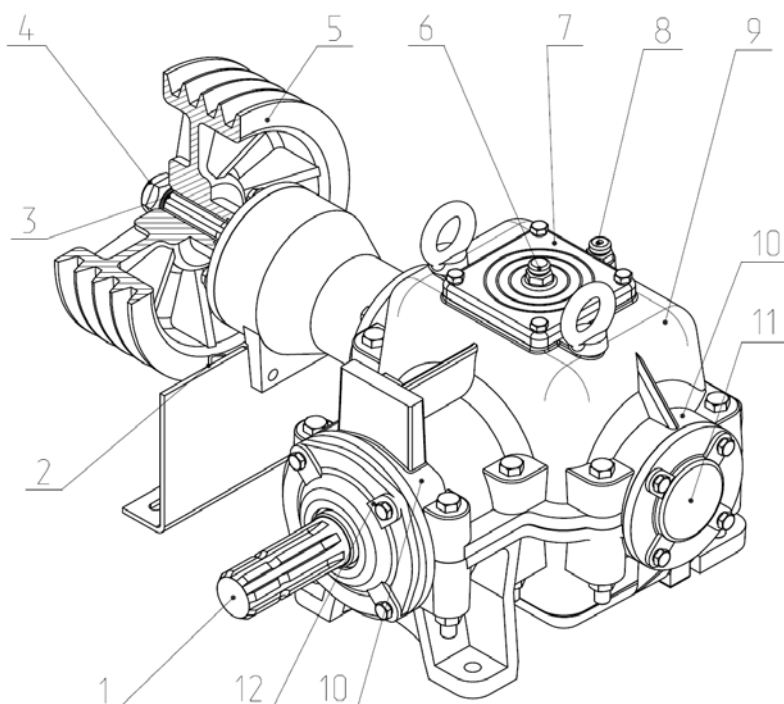

Рис.5 Редуктор КИР 11.000
2.7 Редуктор (рис.5) служит для передачи движения от кардана к измельчающему барабану, через клиноременную передачу. Редуктор состоит из разъемного корпуса 9, в котором на валах 1,3 установлены две конические шестерни. В корпусе редуктора предусмотрено смотровое окно, закрытое крышкой 7. Ведущий и ведомый валы установлены на роликовых подшипниках, регулировка осуществляется с помощью прокладок 10.
Рис.5а Редуктор КИР 11.000А
#### 2.8 Установка редуктора на раму (рис.5в).
Рис.5в Установка редуктора на раму